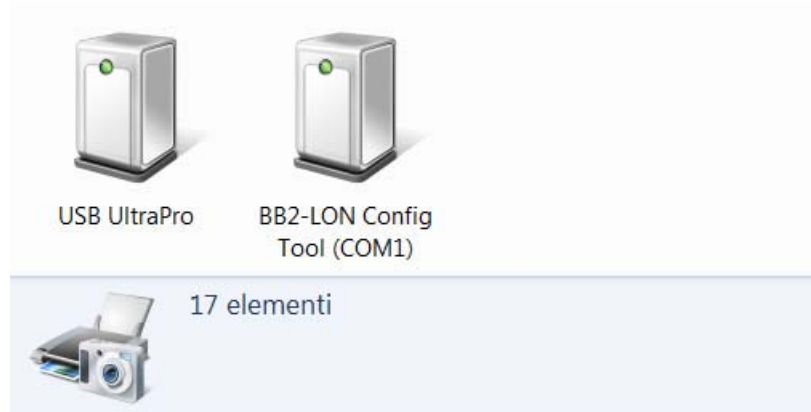

Abbildung 5: Einrichtungen und Drucker
3. Als Device BB2-2010 den Kommunikationsport COM wählen, der dem Port USB zugeordnet ist (um die Nummer des COM bei Windows festzustellen: Start->Einrichtungen und Drucker, siehe Abbildung 5), und auf „Connect“ klicken.